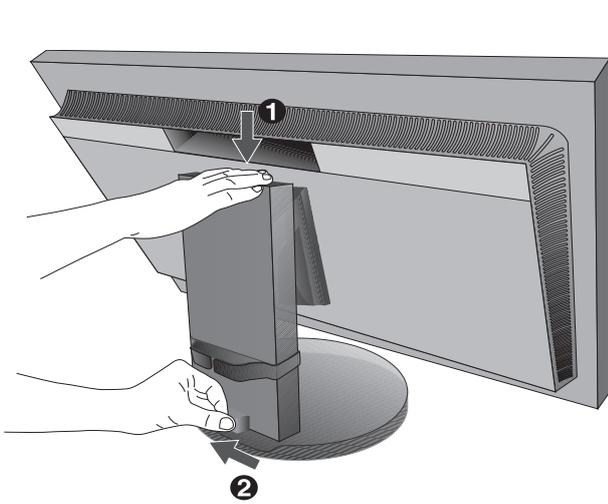

Figure B.1
- Le bouton de verrouillage bloque le réglage de la hauteur. Placez votre main sur la partie supérieure du moniteur pour abaisser complètement l'écran. Déverrouillez le support et réhaussez l'écran (**Figure B.1**).